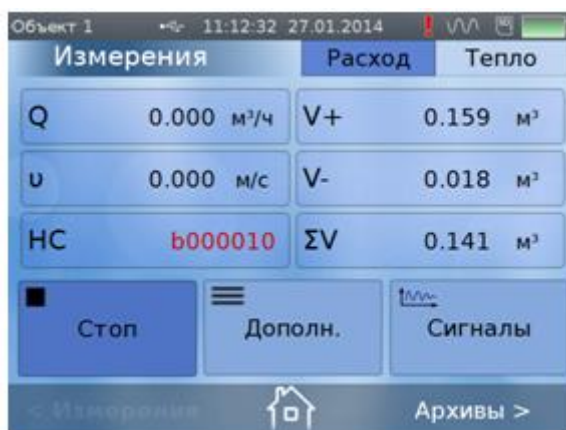

Рис.19. Отображение кода НС в окне «Измерения/Расход».
- 5.2. В расходомере периодически производится автоматический контроль в режиме самотестирования с индикацией в окне **Измерения** (см. рис.19) кодов нештатных ситуаций (НС) красным цветом, например: